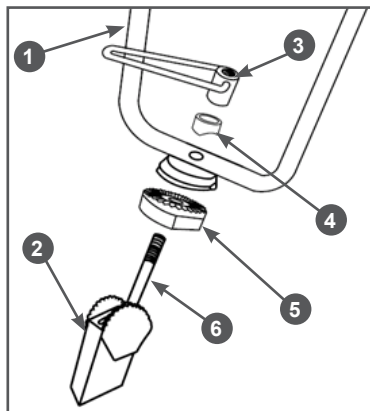

Рис. 7 Установка рабочих рукояток
5. Установите рабочие рукоятки 1 на стойку 2 (Рис. 7). Установите на шпильку 6 двухстороннюю зубчатую пластину 5, рабочие рукоятки 1 и накладку 4 (Рис. 7). Закрутите ручку 3, не затягивая ее до конца. Отрегулируйте положение рабочих рукояток 1 по горизонтали и вертикали, после чего закрутите ручку 3 до упора (Рис. 7).